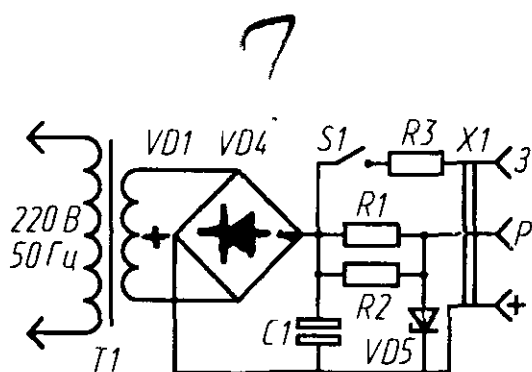

Рис. 19. Схема трансформаторного блока питания с зарядным устройством БП2-3С
3. Трансформаторный блок питания со стабилитроном и возможностью работы в качестве зарядного устройства (рис. 19).